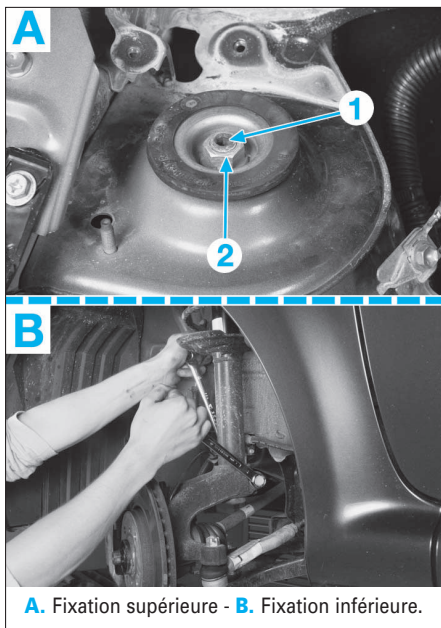

FIG. 10
• Déposer le boulon de fixation de l'élément porteur sur le pivot (Fig.10).
- A l'aide d'une clé "Allen" de 6 mm, immobiliser la tige d'amortisseur (1) (Fig.10), puis déposer l'écrou (2).
- Déposer le boulon de fixation de l'élément porteur sur le pivot (Fig.10).